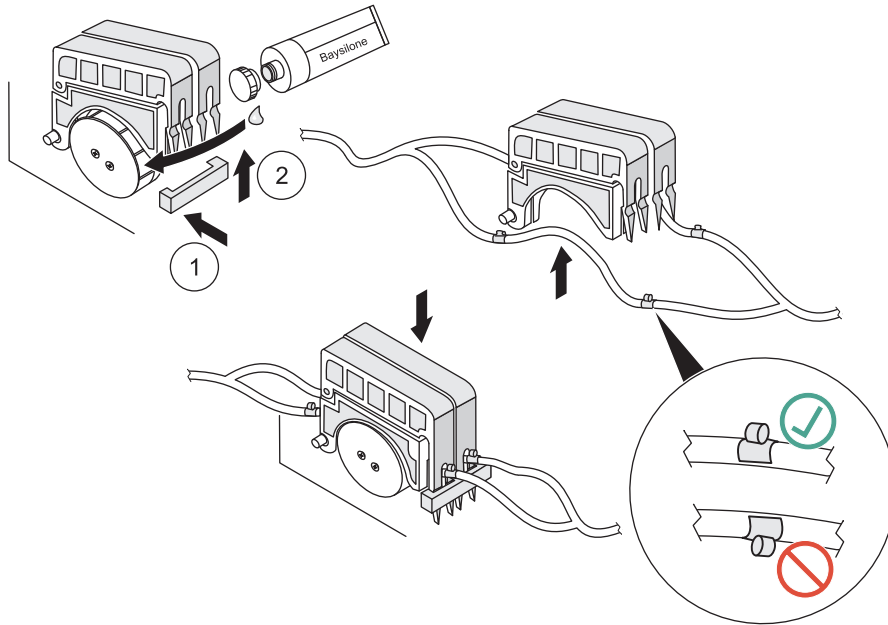

Abbildung 23 Pumpenschlauchwechsel
10. Klinken Sie die Pumpenkassette aus (siehe Abbildung 23 Pumpenschlauchwechsel auf Seite 38).